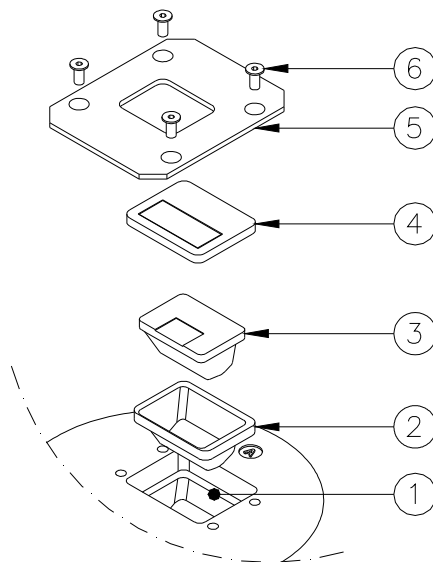

Figure 27 – Remplacement du prisme
- Enlever la plaque presse-prisme et le tiroir porte-filtre (Figure 27 – n°4-5)
- enlever le vieux prisme avec le joint (Figure 27 – n°3-2)
- mettre en place le nouveau joint du prisme (Figure 27 – n°2) dans le siège du couvercle (Figure 27 – n°1)
- positionner le prisme dans le logement correspondant et le presser avec les mains (Figure 27 – n°3)
- positionner la douille et le tiroir porte-filtre (Figure 27 – n°4-5) et serrer avec les vis correspondantes TSP TORX M5x12 (Figure 27 – n°6), couple de serrage de 2,5 Nm
- Positionner la plaque presse-prisme (Figure 27 – n°5) et la fixer avec les vis correspondantes TSP TORX (Figure 27 – n°6), serrer au couple de serrage de 2,5 Nm.